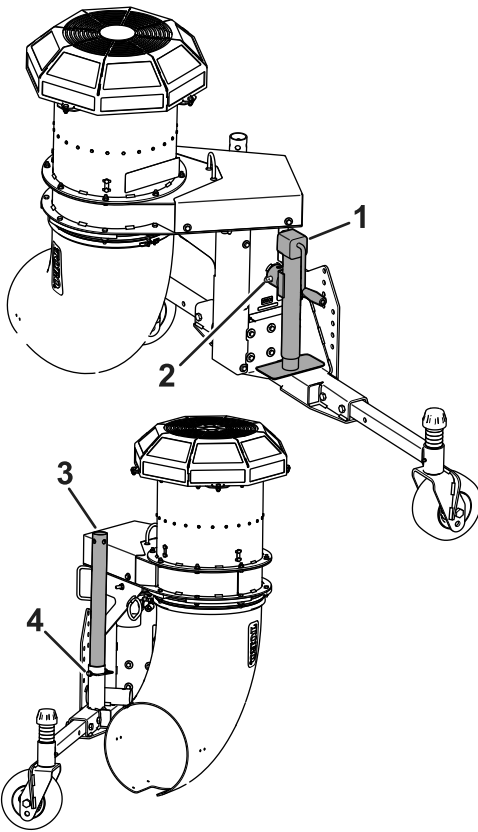

Figura 6
7. Îndepărtați tiftul de siguranță care fixează tubul cricului la nivelul tubului de depozitare (Figura 6). Scoateți ansamblul cricului din poziția de depozitare.